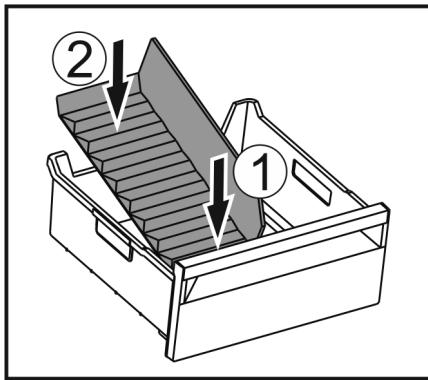

Fig. 164
- ▶ 装入冰格分隔器前部。 Fig. 164 (1)
- ▶ 将冰格分隔器后部放低至抽屉底板。 Fig. 164 (2)